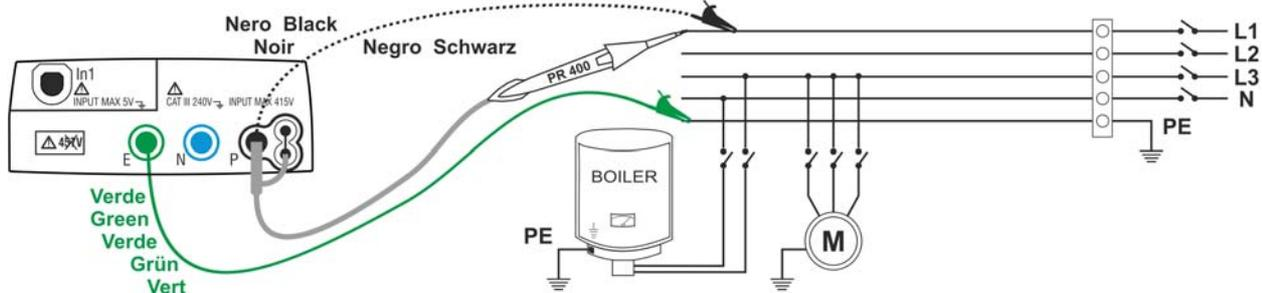

Fig. 8: Verificación del aislamiento entre fase y tierra a través de cables y punta remota
6. Conecte los cocodrilos y/o las puntas y/o la punta remota a los conductores en examen conforme a las Fig. 8 y Fig. 9.